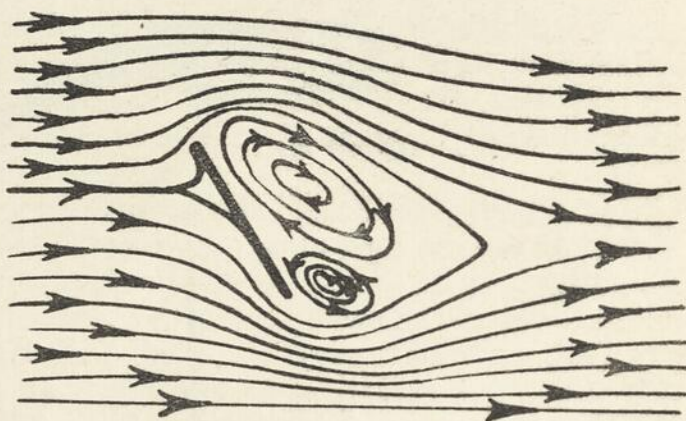

FIG. 161
I.P. La figure 161 indique le spectre aérodynamique des tourbillons dissymétriques du plan incliné de l'avant à l'arrière (gouvernail de profondeur) la résistance F n'est plus perpendiculaire au plan mais penchée vers l'arrière; le point d'application de la résultante n'est plus au centre de gravité du plan et le désaxage de la résultante est vers l'avant, et cela d'autant plus que l'inclinaison est plus grande; la projection verticale de la résistance F s'appelle la portance P ou poussée (lift); la projection horizontale de la résistance F s'appelle la traînée T (drag), c'est cette dernière que doit vaincre le moteur qui commande l'hélice; enfin, le quotient de la portance par la traînée est dit « la finesse » $\frac{P}{T}$. Ce quotient peut atteindre 7 pour un plan, mais peut monter à 17 si l'on incurve la surface en forme d'aile.
L'inclinaison α est l'angle du plan de référence AB avec la vitesse V ; lorsque le sphéroïde avant est au-dessus de la vitesse relative au fluide (cas général de la figure 161), l'inclinaison est comptée comme *positive*.